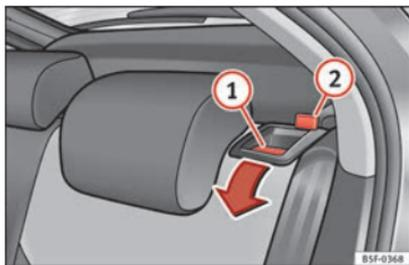

Fig. 110 Leva di sblocco dello schienale.
- Premere la leva di sblocco » **fig. 110 ①** nella direzione indicata dalla freccia.
- Sollevare lo schienale fino a farlo incastrare » **△**. Se lo schienale è ben fissato, la tacca rossa del perno » **fig. 110 ②** non risulta più visibile.